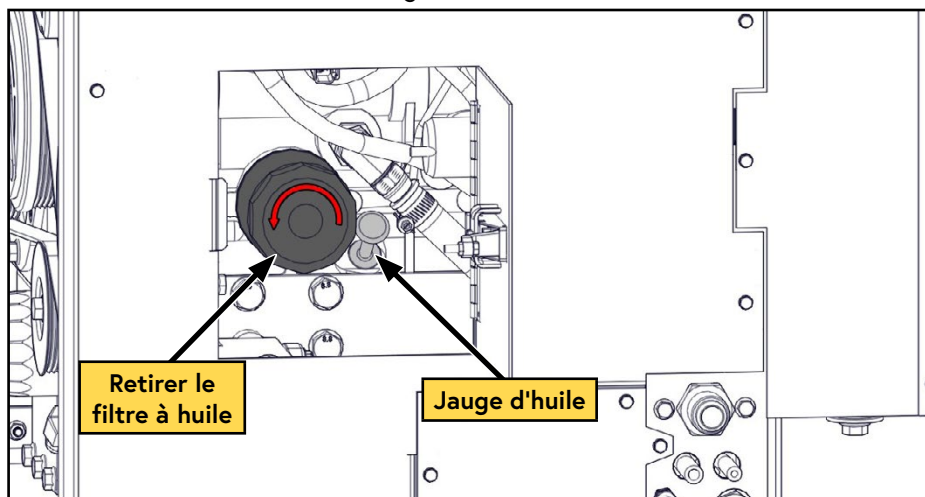

Figure 43 — Filtre à huile moteur
- ☐ Retirez le filtre à huile moteur (Figure 43).